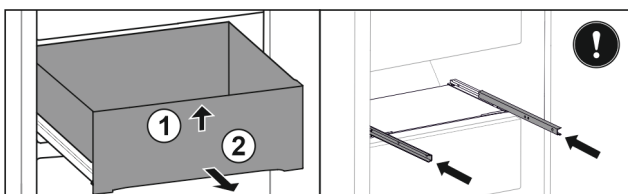

Fig. 158
- ▶ Schubfach vorne anheben. Fig. 158 (1)
- ▶ Schubfach nach vorne entnehmen. Fig. 158 (2)